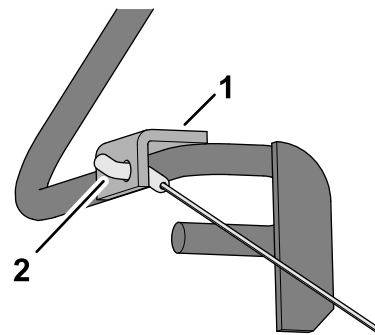

図 2
3. 外したケーブルを、オペレータプレゼンスコントロールのバレルブラケットから外す 図 2。
9. 新しく取り付けしたケーブルを、オペレータプレゼンスベイルのブラケットに 図 2 のように接続する。